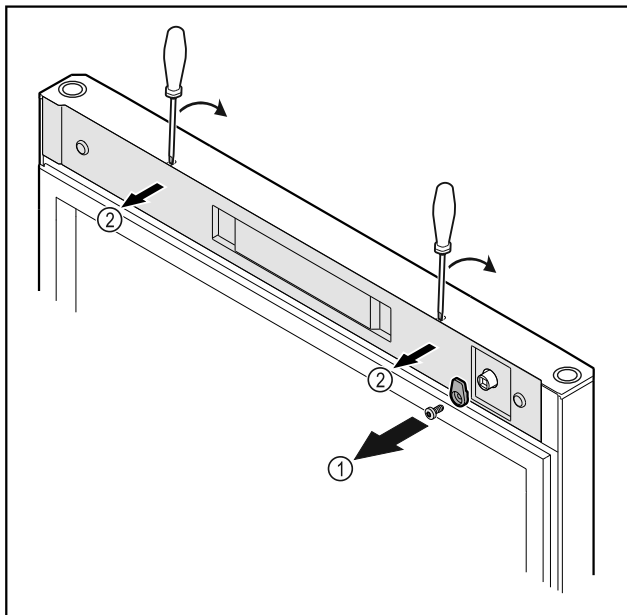

Fig. 20
- Kruvige sulgemiskonks Fig. 20 (1) maha.
- Haakige kate Fig. 20 (2) väikese kruvikeerajaga lahti ja võtke maha.